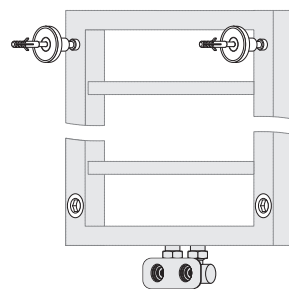

Рис. 5
4.7. Для герметизации резьбовых соединений производитель комплектует изделие прокладками собственного изготовления (п. 3.3.4 и рис. 5).